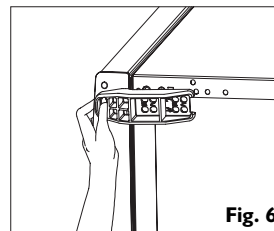

Fig. 6
6. Desmonte a dobradiça inferior, e desaparafuse o pézinho esquerdo. (Fig. 6)